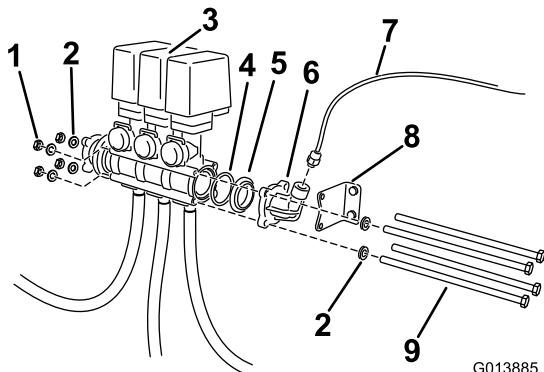

图4
2. 旋松紧固阀门总成（图4）的长螺栓和紧固件。卸下并留好所有紧固件。将阀门总成移至右侧。
3. 卸下弯头适配器和垫片（图4）。找到固定在现有阀体底部的O形圈。留好所有零件。从现有阀门总成上卸下支架。